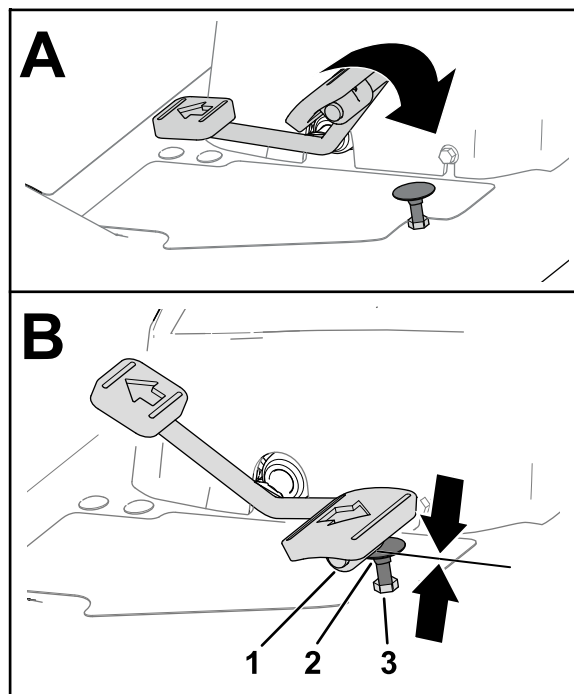
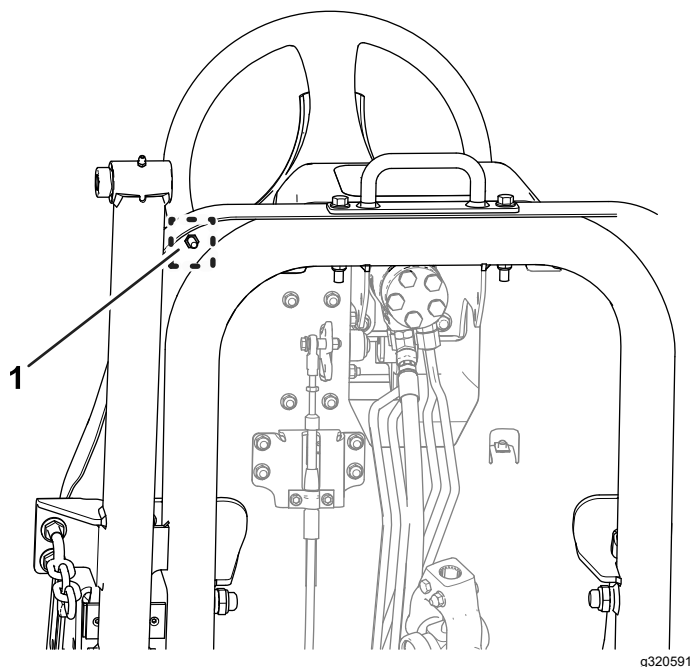

Figura 81
Figura 82
1. Deplasați maneta de traciune complet în față (Figura 81).
- A. Susineți opritorul pedalei de traciune (Figura 81) cu o cheie.
- B. Slăbiți contrapiulița de la partea inferioară a plăcii suportului pentru picioare (Figura 82).
- C. Deplasai pedala de tracțiune în poziția complet în față (**Figura 81**).
- D. În timp ce susinei opritorul pedalei de tracțiune, reglaj contrapiulia care se află deasupra plăcii suportului pentru picioare (**Figura 81**) până când pedala de tracțiune intră în contact cu opritorul.
- F. În timp ce susinei opritorul pedalei de tracțiune, strângeți contrapiulia de la partea inferioară a plăcii suportului pentru picioare (**Figura 81** i **Figura 82**) la un cuplu de 37 - 45 N·m.